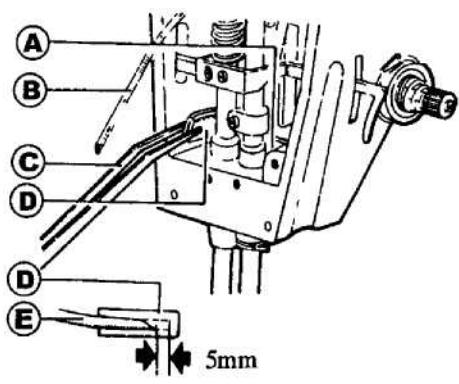

Рис.42.
(рис. 42)
в. Вставьте обратную масляную трубку (B) в новый фильтр (D), убедитесь, что входное отверстие трубы находится на расстоянии 5 мм от фильтра (D), как показано на рис. 42;